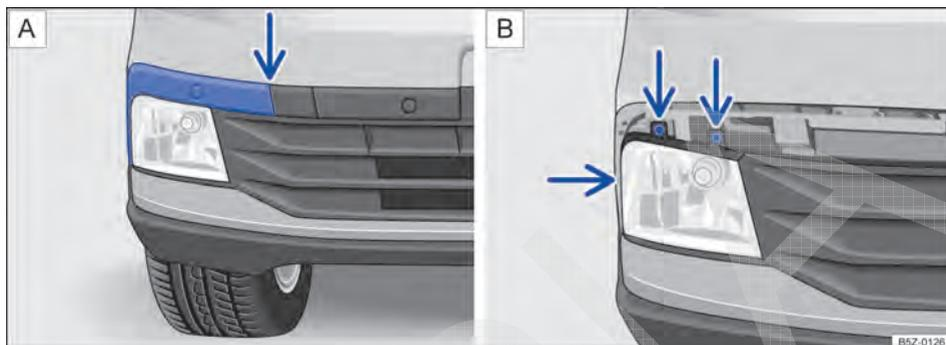

Fig. 139 No para-choque dianteiro: **A**) desinstalar a moldura do farol de neblina e **B**) retirar os parafusos do farol de neblina.
Desencaixar a moldura, cuidadosamente → ⌚, primeiramente pelo local indicado pela seta → Fig. 139 A. Remover completamente para acessar os parafusos do farol de neblina.
4. Retirar os parafusos indicados pelas setas → Fig. 139 B.
14. Recolocar os parafusos indicados pelas setas → Fig. 139 B para fixar o farol de neblina.
15. Recolocar a moldura da esquerda para a direita → Fig. 139 A.